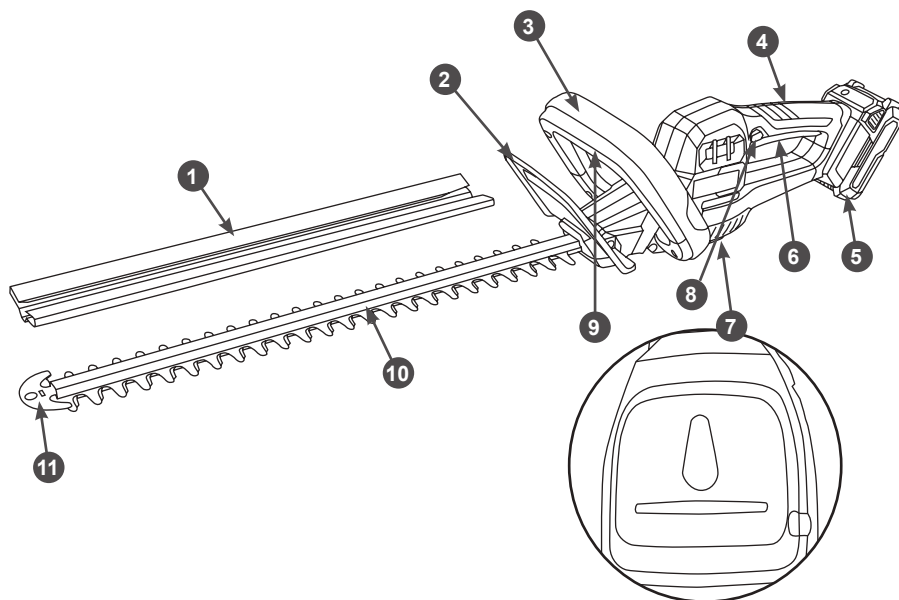

Рис. 1 Основные узлы и органы управления
Основные узлы и органы управления устройства показаны на Рис. 1.
5. Проверьте исправность органов управления 6,8,9 (Рис. 1).
Чтобы включить устройство, нажмите кнопку 8 блокировки выключателя и одновременно нажмите рычаги 6 и 9 выключателей передней и задней рукояток (Рис. 1).
Для выключения отпустите рычаг 6 выключателя задней рукоятки (Рис. 1).